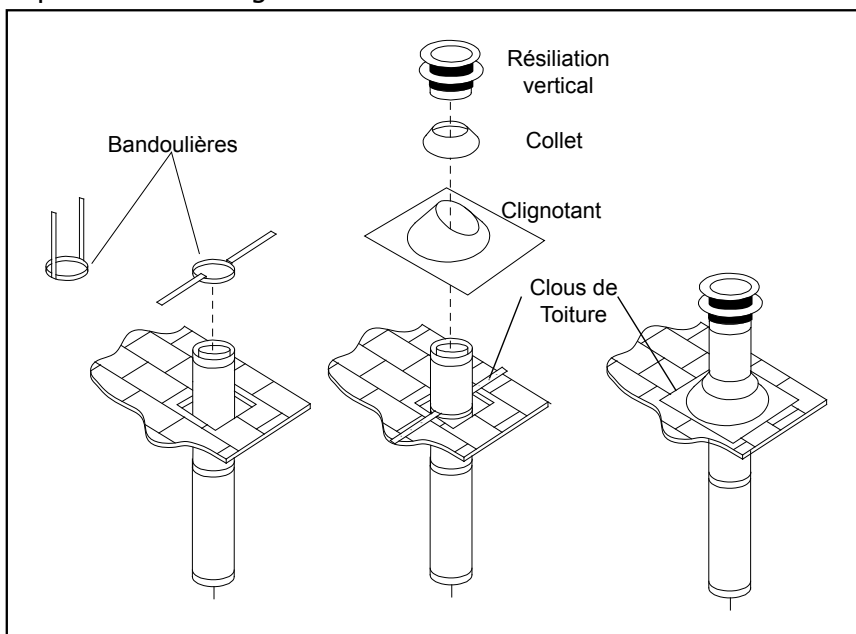

Figure 42. Vertical Terminaison de ventilation
**Etape 6.** Une fois les sections de tuyaux ont été rejoints, et courir à travers le trou dans le toit, glisser une sangle de coude sur les sections exposées, plier les sangles de soutien extérieur, et pousser la sangle de coude jusqu'au niveau du toit, comme le montre la Figure 42. serrer la pince autour de la section de tuyau. Utilisez un niveau pour s'assurer que le tuyau est vraiment verticale. Avec des clous, attacher les sangles de soutien à la toiture. Sceller les trous des clous têtes avec du mastic non durcissant. Couper la longueur excédentaire des sangles de support qui se prolongent au-delà du bord du solin.
**Etape 9.** Glissez le collet sur le tuyau, et le pousser vers le haut du toit clignotant comme le montre la figure 42. Utiliser le mastic non durcissant autour du joint entre le tuyau et le collet.